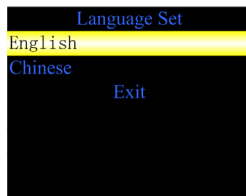

Figura 5.4 Menú de configuración de idioma
- 1) El menú de configuración de idioma se muestra en la Figura 5.4